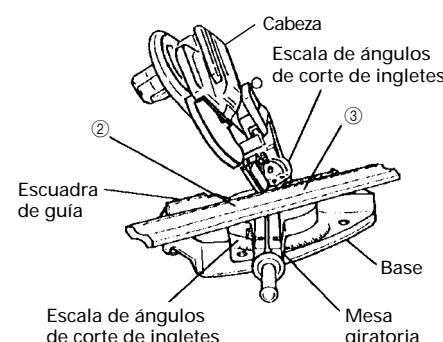

Fig. 37
### (2) Ajuste para cortar molduras en vértice a los posiciones ② y ③ de la Fig. 34 (consulte la Fig. 37, incline la cabeza hacia la izquierda):
- ① Gire la mesa giratoria hacia la derecha y ajuste el ángulo de ingletes de la forma siguiente: